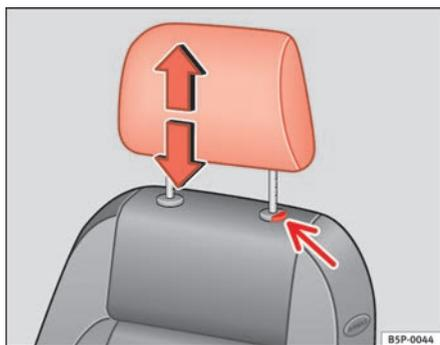

Fig. 68 Ajuste o desmontaje del apoyacabezas
- Pulse la tecla ⇒ fig. 68(flecha).